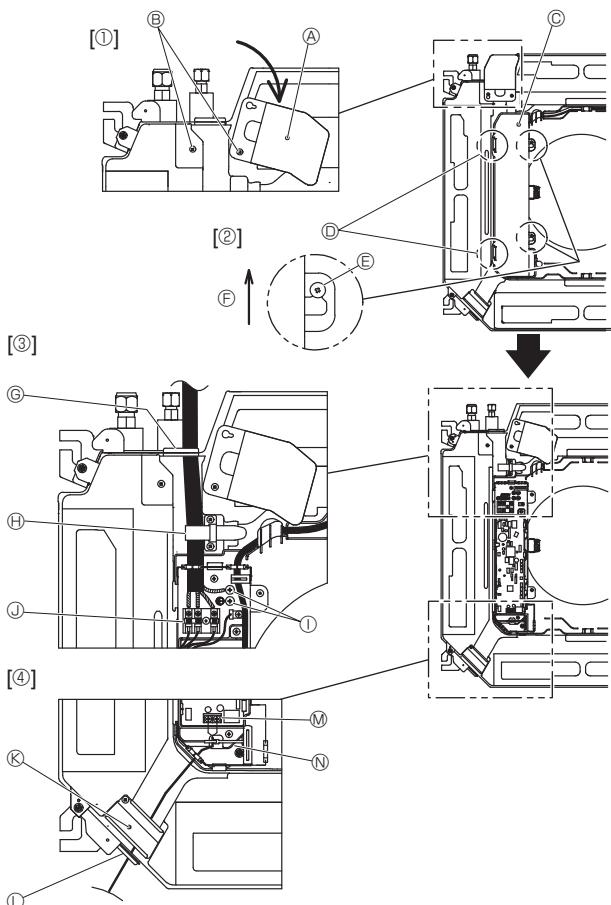
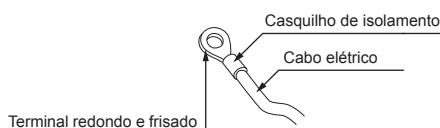
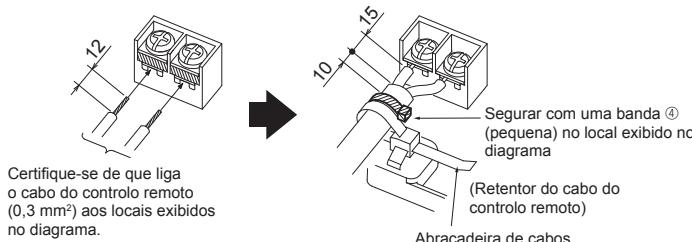

Fig. 6-1
Fig. 6-2
Fig. 6-3
6.1. Unidade exterior (Fig. 6-1)
- Desaperte os dois parafusos que seguram o painel de serviço da cablagem elétrica e, em seguida, rode o painel. [Fig. 6-1 ①]
- Desaperte os dois parafusos que seguram a tampa da caixa elétrica e, em seguida, faça deslizar a tampa. [Fig. 6-1 ②]
- Faça passar o cabo de alimentação, o cabo de ligação da unidade interior/exterior e o cabo de ligação à terra pelas entradas de cablagem mostradas no diagrama. [Fig. 6-1 ③] Coloque a parte revestida do cabo de alimentação e do cabo de ligação da unidade interior/exterior na caixa elétrica. Utilize terminais redondos e frisados para o terminal de ligação da unidade interior-exterior ou o kit de terminais de alimentação opcional. [Fig. 6-2]
- Faça passar e prenda o cabo do controlo remoto nas entradas de cablagem mostradas no diagrama. [Fig. 6-1 ④, Fig. 6-3] Consulte as secções 6.1.1. e 6.1.2. para obter informações sobre a ligação.